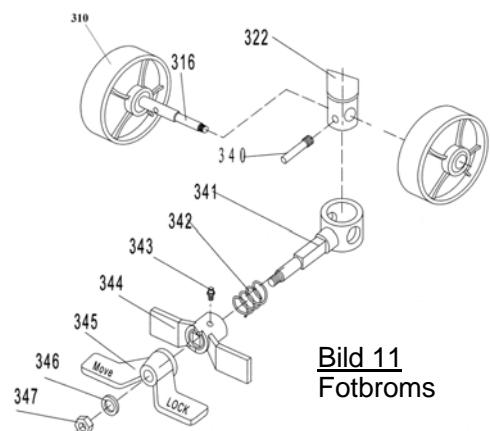

Bild 11
För att ansätta bromsen trampa på "LOCK" (LÅS)-sidan av bromsplattan (bild 11, pos.345) tills dess vinkel är 45°. För att lossa bromssteget trampa på "MOVE" (ÖPPNA) -sidan av bromsplattan (bild 11, pos.345) tills den är i horisontellt läge.